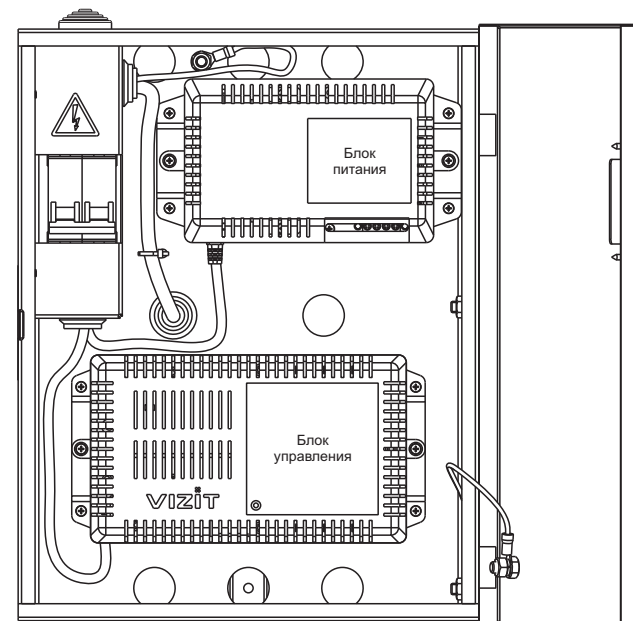

Рисунок 3 - Расположение блоков в боксе
- Заведите кабель внутрь бокса через одно из отверстий для кабеля питающей сети (6). При вводе кабеля через отверстие в задней стенке (см. рисунок 3) установите в это отверстие кабельный ввод-сальник (9) предварительно снятый с нижней стенки.